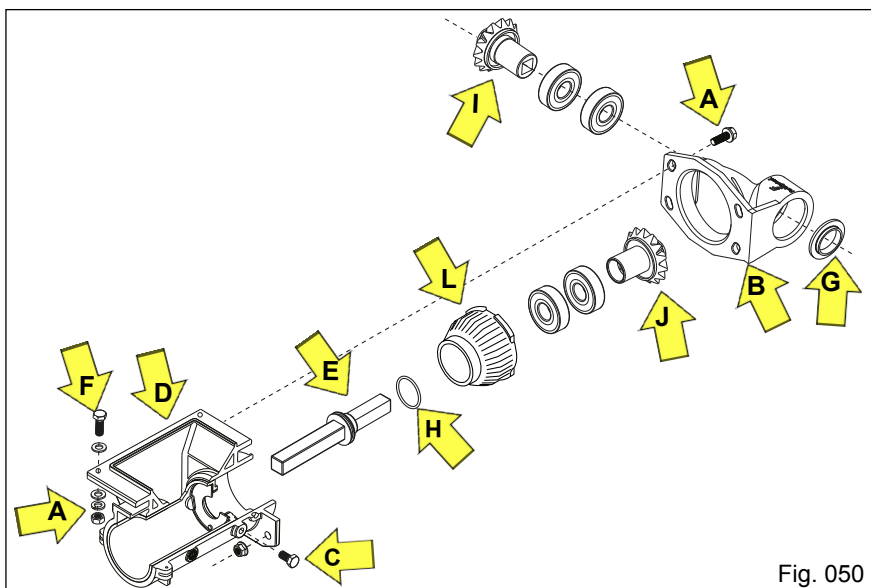

Fig. 050
e) Para a troca, limpeza ou substituição dos rolamentos e componentes do conjunto, retire o conjunto dosador da plantadora através da remoção do eixo acionador e buchas de união, afrouxe e retire os parafusos de fixação do dosador na base do distribuidor. A seguir retire os quatro parafusos e porcas "A" de fixação do mancal suporte dos pinhões de transmissão "B", afrouxe e retire os parafusos "C" de fixação do revestimento "D", retirando a seguir o conjunto. Retire o eixo acionador "E" e remova a bucha "L" dos mancais do rolamento, fazendo a limpeza ou substituição necessária (Fig. 050).
Observe se há necessidade de montar arruelas de ajuste "H" nos pinhões "I e J". Havendo necessidade de substituição dos pinhões, troque as tuas peças, ou seja o pinhão motriz "I" e o pinhão movido "J". Aproveite para verificar as condições do parafuso "F", caso os mesmos apresentarem corrosão excessiva, deve substituir por parafuso de inox (Fig. 050).